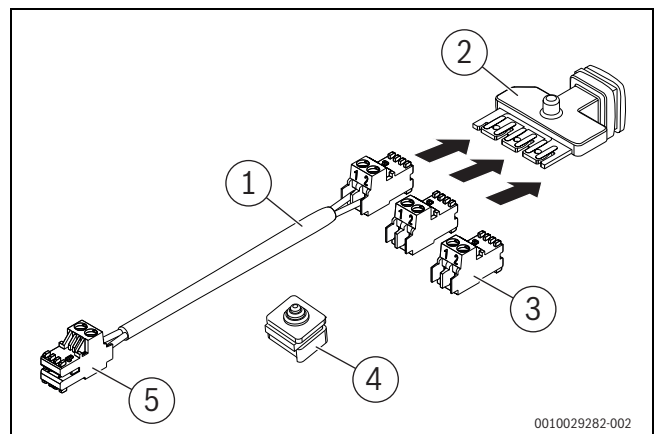

Bild 141 Lieferumfang Zubehör CS 37
- ▶ Kabel (→ Bild 141, [1]) mit Stecker an die EMS-BUS-Leiste (→ Bild 141, [2]) stecken.
- ▶ Beide Stecker (→ Bild 141, [3]) auf die Steckplätze der EMS-BUS-Leiste (→ Bild 141, [2]) stecken.
- ▶ EMS-BUS-Leiste (→ Bild 141, [2]) mit den Steckern nach unten in die Öffnung für die Kabeldurchführungen einsetzen.
- ▶ Mitgelieferte Kabeldurchführung (→ Bild 141, [4]) einsetzen.